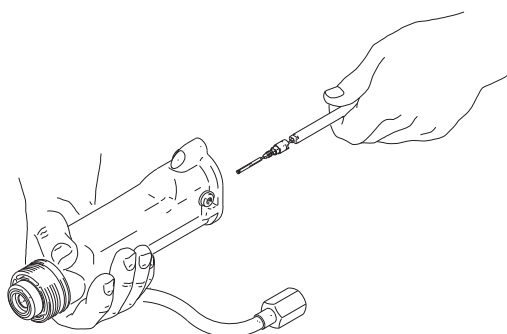

FIG. 32 Remplacement du pointeau pour fluide
- Installez l'ensemble de pointeau pour fluide dans le canon du pistolet. Poussez sur le pointeau à l'aide du tournevis à bout sphérique de 2 mm (48), puis serrez. Consultez la FIGURE 32.
- Montez le ressort (5).
- Remettez en place le chapeau à ressort (31), en vous assurant que le ressort de mise à la terre (6) est bien en place. Serrez sans forcer. **Ne serrez pas excessivement.**
- Installez le canon (1), page 43.